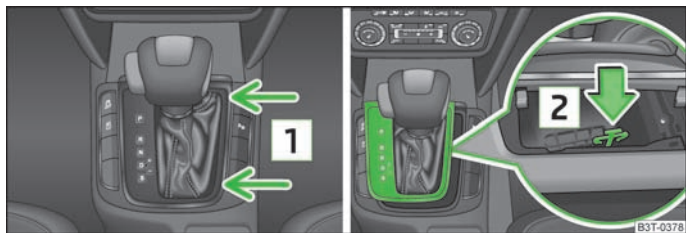

Abb. 128 Wählhebel-Notentriegelung
- › Die Wählhebelabdeckung im Bereich der Pfeile **1** » Abb. 128 fassen und vorsichtig nach oben ziehen.